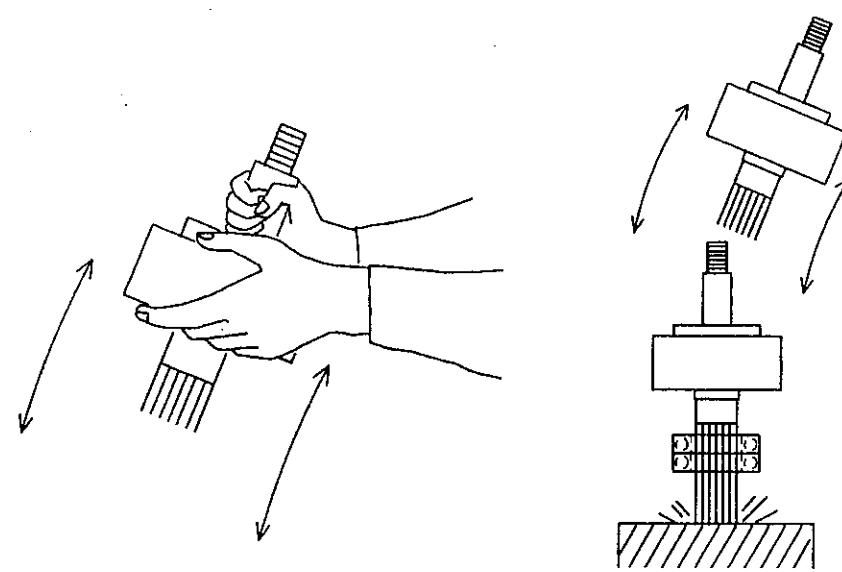

図20-6
- マイナスドライバーなどで⑩転がり軸受け用ナット⑯転がり軸受け用座金を外します。
- 太い角材を置き、シャフトを角材にたたきつけ⑮ベアリング2ヶ⑯ベアリングカバーを⑭シャフトから外します。
- シャフトから外したベアリングカバーの⑮オイルシール2ヶをマイナスドライバーなどで⑯ベアリングカバーから外します。（図20-6）